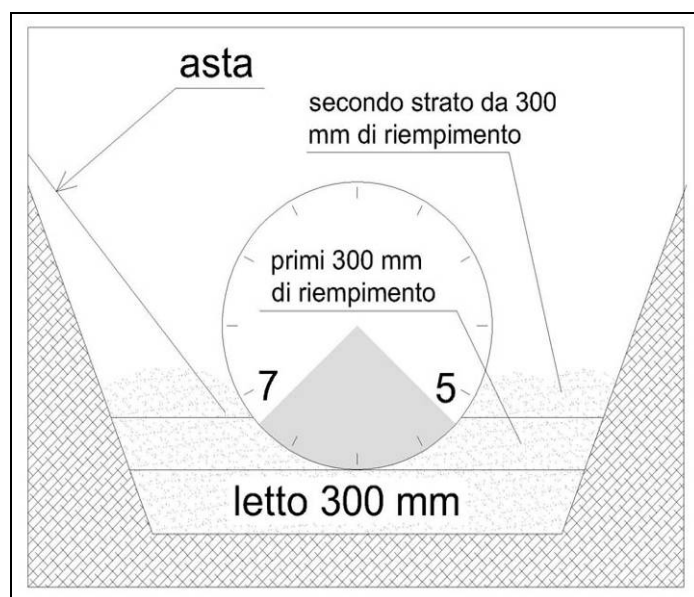

Figura 12 Inserimento secondo strato di riempimento
- Porre altri 300mm di materiale di riempimento (si è ora a 900 mm circa) per assicurare un corretto sostegno al manufatto (Figura 12).